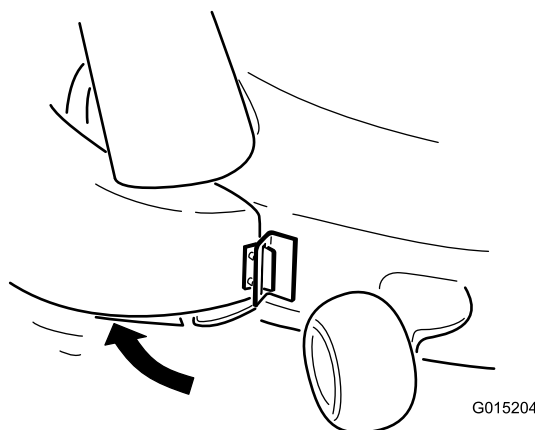

Figure 25
2. Faites pivoter la goulotte en arrière pour la mettre de niveau avec le plateau de coupe (Figure 25).